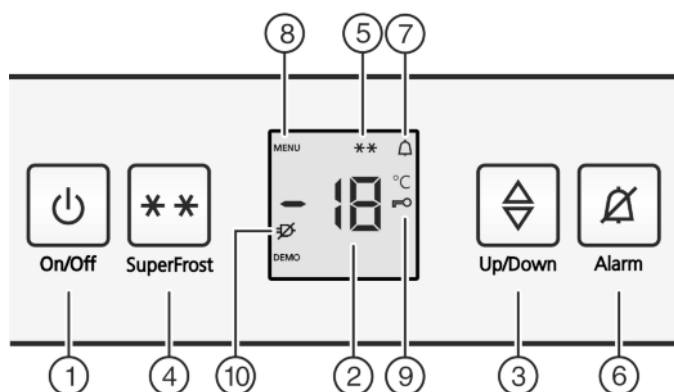

Fig. 2
- ▶ Натиснете бутона On/Off Fig. 2 (1).
- ▶ Активиране на режим настройки: Натиснете бутона SuperFrost Fig. 2 (4) за ок. 5 секунди.
- ▷ На индикатора се показва символът Меню Fig. 2 (8)
- ▶ Потвърдете чрез кратко натискане на бутона SuperFrost Fig. 2 (4).
- ▷ Символът Защита от деца Fig. 2 (9) светва на индикатора.
- ▶ Натиснете за кратко бутона On/Off Fig. 2 (1).
- ▷ Символът Защита от деца Fig. 2 (9) угасва.
- ▶ Натиснете бутона Аларма Fig. 2 (6).
Заедно с това температурният индикатор и графичният символ Аларма Fig. 2 (7) мигат.
Сирената автоматично спира, символът Аларма Fig. 2 (7) изгасва и температурният индикатор спира да мига, когато температурата отново е достатъчно ниска.